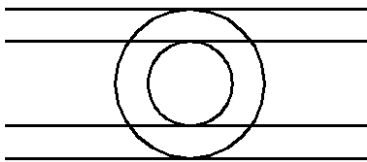

图 8-48 绘制水平构造线
- 03 单击【绘图】工具栏按钮，配合捕捉功能，绘制如图 8-48 所示的水平构造线。